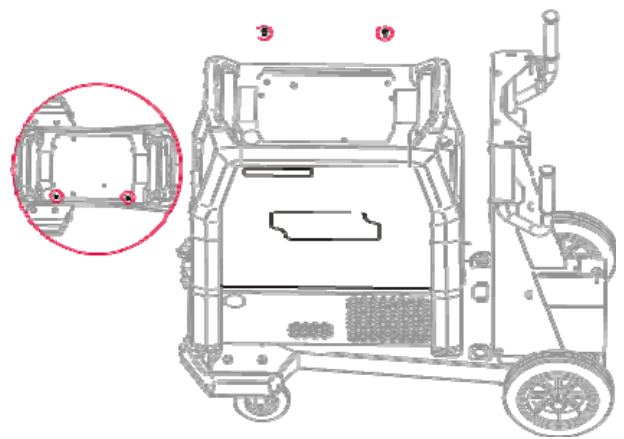

Bild 5
- Ta bort sidopanelen (bild 5).
- Montera sidopanelen med de två M5x20-skruvarna (bild 5).